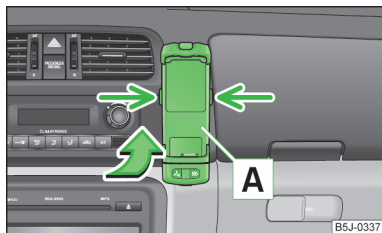

Fig. 86
- Împingeți mai întâi adaptorul **A** în sensul săgeții » fig. 86 până la limită în suport. Apoi apăsați ușor în jos adaptorul, până când acesta se blochează.
- Apăsați simultan elementele de blocare laterale ale suportului » fig. 86 și scoateți telefonul cu adaptorul.